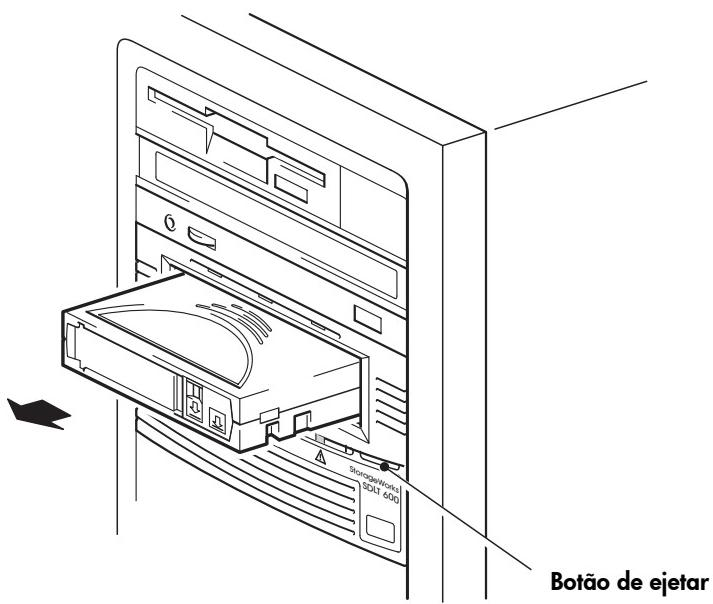

Figura 9b: descarregar um cartucho
- 1 Pressione o botão de ejectar no painel frontal. (Veja a Figura 9b.)